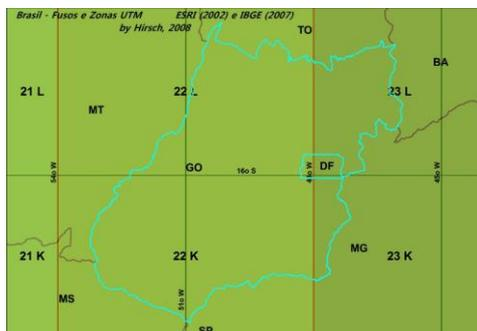

Figura 1 – Coordenadas UTM para as áreas de concessão do Grupo Equatorial Energia.
- Planta de situação (conforme modelo do **Desenho 1**) geo-referenciada no **PARÁ** em UTM 21 ou 22 ou 23, no **MARANHÃO** em UTM 23, no **PIAUI** em UTM 23 ou 24, **ALAGOAS** em UTM 24 ou 25, no **RIO GRANDE DO SUL** em UTM 21 ou 22, no **AMAPÁ** em UTM 22 e no Goiás em UTM 22 ou 23, identificando a localização da unidade consumidora, com as ruas adjacentes/delimitações, o ponto de derivação da rede da CONCESSIONÁRIA, o número de identificação do poste mais próximo da unidade consumidora, o ramal de ligação e o ponto de entrega/conexão. **A FIGURA 1** mostra os fusos UTM;